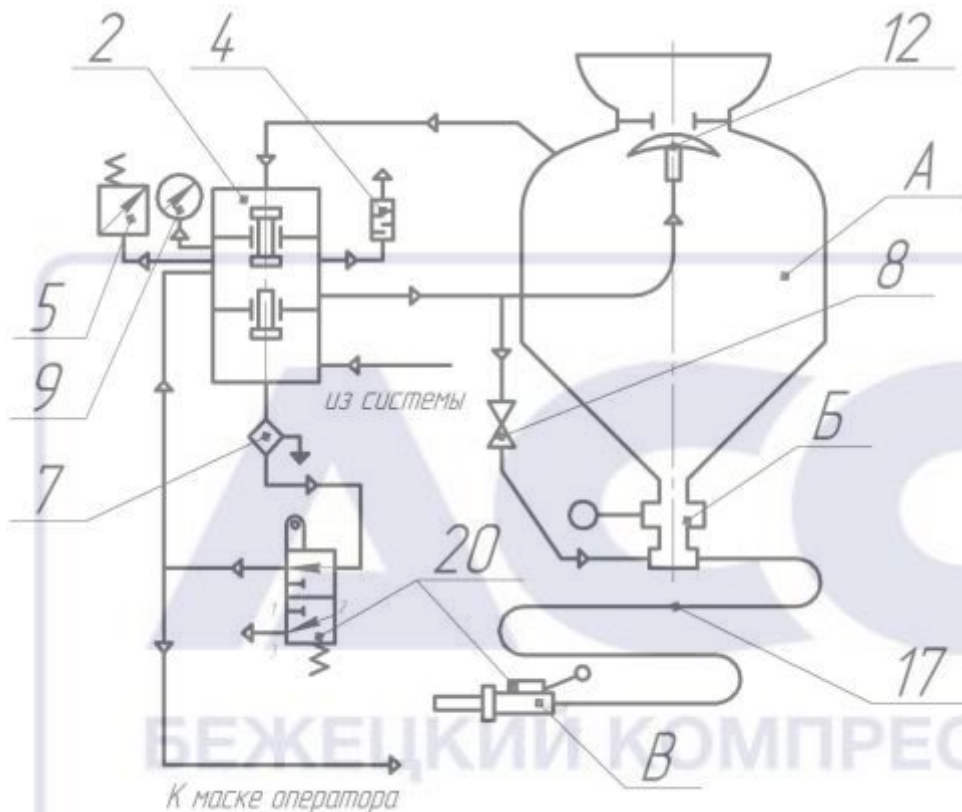

Рисунок 3. Аппарат струйной очистки.
4.6. Пневматическая схема аппарата (рис.3) включает:
4.7. Система пневмоэлементов аппарата (рис.3) позволяет обеспечить очистку сжатого воздуха от масла, влаги, механических включений в фильтре 7 и подачу его на пневмораспределитель 20. Подача очищенного воздуха для дыхания оператора осуществляется также через фильтр.
4.8. Принцип работы (рис.3).